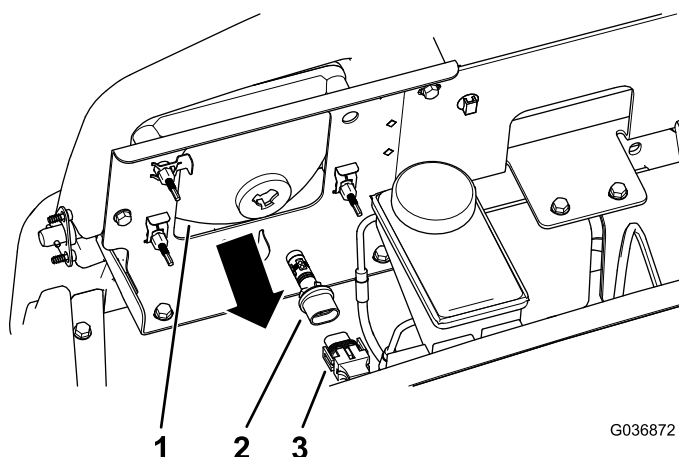

Рисунок 52
3. Отсоедините электрический соединитель жгута проводов от соединителя лампы в сборе в задней части корпуса передней фары (Рисунок 52).
4. Поверните лампу в сборе на $\frac{1}{4}$ оборота против часовой стрелки и одновременно переместите ее назад, чтобы извлечь из корпуса фары (Рисунок 52).
5. Вставьте новую лампу в сборе и корпус фары, совместите выступы в лампе с пазами в корпусе фары (Рисунок 52).
6. Закрепите лампу в сборе, повернув ее на $\frac{1}{4}$ оборота по часовой стрелке (Рисунок 52).
7. Подсоедините электрический соединитель жгута к соединителю нового узла лампы (Рисунок 52).